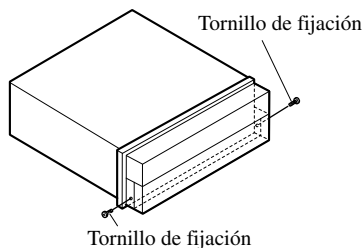

Fig. 20
- Fije el panel delantero a la unidad utilizando los tornillos de fijación después de quitar el panel delantero. (Fig. 20)